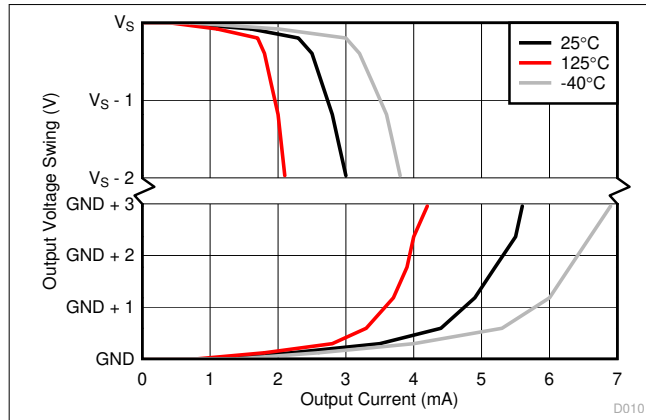

図 7-13. 出力電圧スイングと出力電流との関係
(1) 詳細については、「入力信号帯域幅」セクションを参照してください。
(2) 図 7-13 を参照してください。